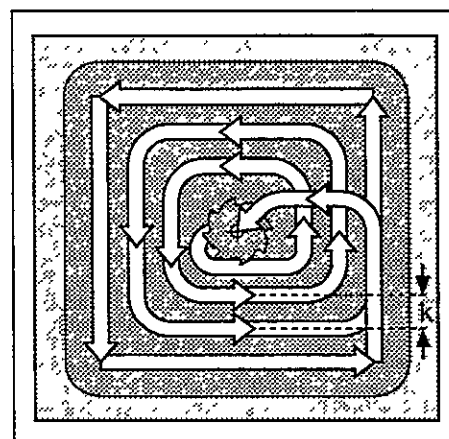

Fig 8.10 Trajectoire de l'outil lors de l'évidement
- puis il décrit la trajectoire représentée suivant l'avance programmée (cf. fig. 8.10)